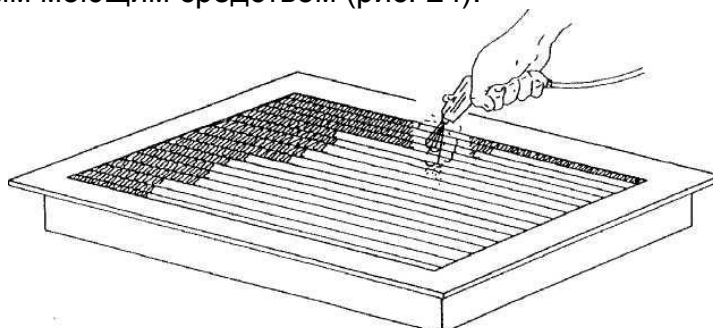

Рисунок 24 – Очистка блока охлаждения
- Особо загрязненный охладитель снять с установки и промыть наружную поверхность слабым моющим средством (рис. 24).